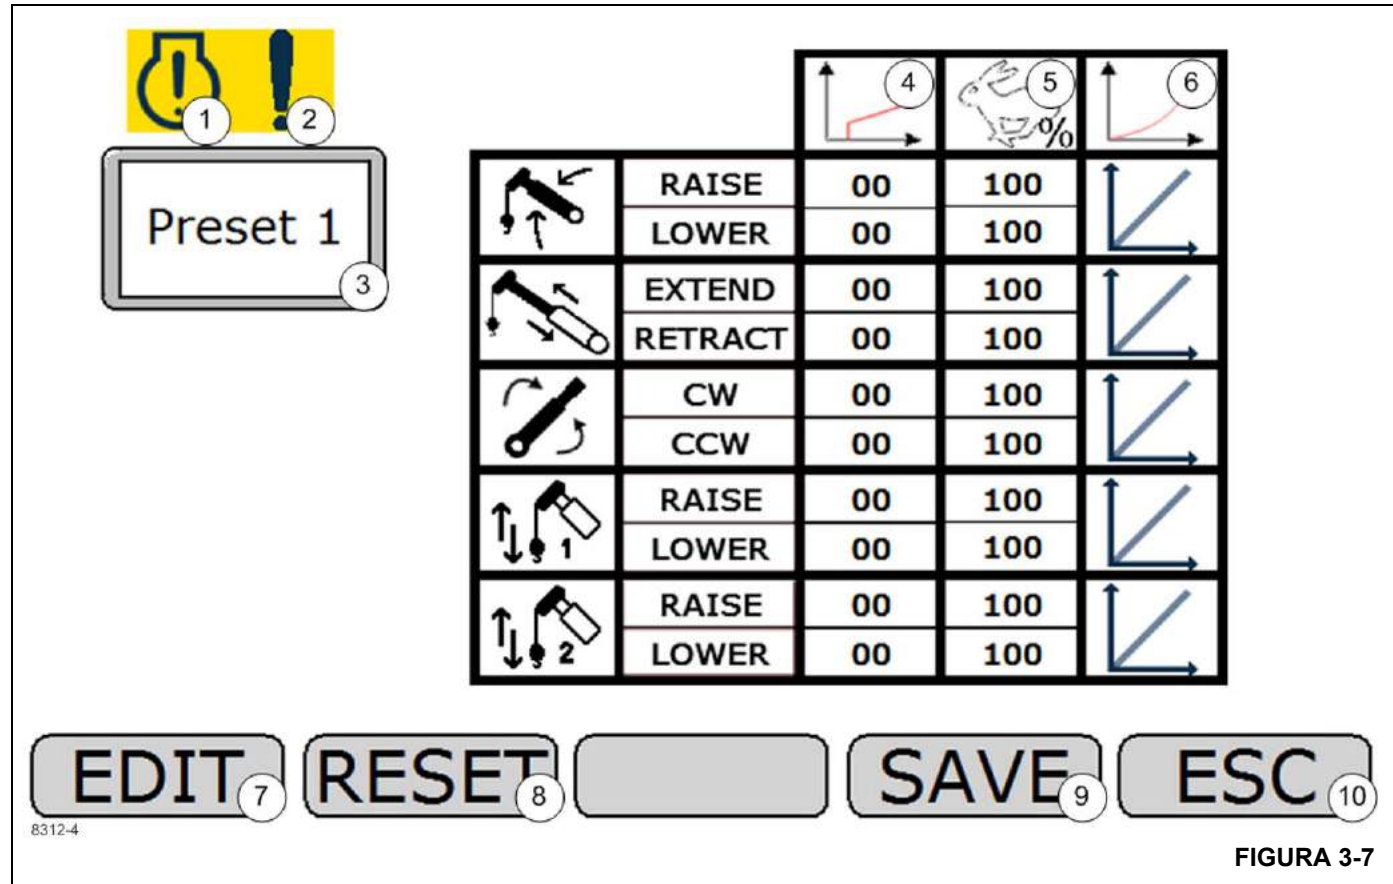

FIGURA 3-7
Tela de modificação de predefinições 1 (Figura 3-7)
Indicador ativo de falha do motor (1) (Figura 3-7)